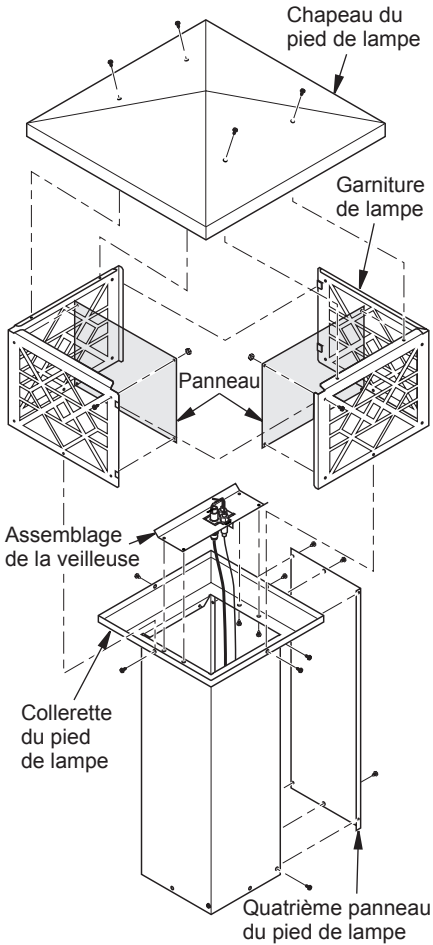

Figure 7 - Raccordement de la veilleuse et de la garniture
5. Placez l'assemblage de la veilleuse sur le pied de lampe comme illustré à la figure 7, page 7. Fixez avec 4 vis (H). Vérifiez que les fils sont bien raccordés avant de poursuivre.
6. Fixez les 4 panneaux des garnitures de lampe aux garnitures de lampe avec 4 vis (F) et 4 rondelles (G) chaque, comme illustré à la figure 7, page 7. Seuls 2 des 4 panneaux sont illustrés.
7. Placez les garnitures de lampe sur le pied de lampe (voir figure 7, page 7). Assurez-vous que les rebords sont sur le dessus. Faites glisser ensemble les languettes des garnitures et insérez 4 vis (H) dans les trous supérieurs du pied de lampe et dans les trous inférieurs des garnitures (voir figure 7, page 7). Serrez toutes les vis.
8. Fixez le chapeau du pied de lampe à l'assemblage des garnitures avec 4 vis (H) comme illustré à la figure 7, page 7.
7. Fixez les quatre panneaux du pied de lampe à l'assemblage avec 4 vis (H) comme illustré à la figure 7, page 7.